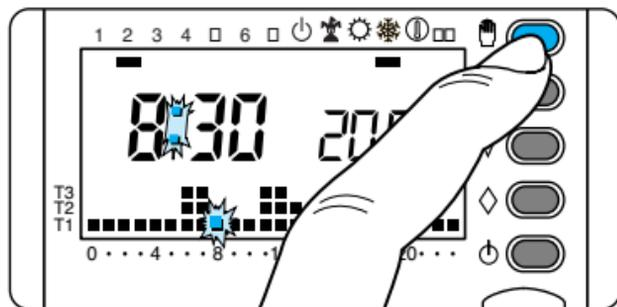

Fig. 41
8.7 - Terminata la programmazione, per ritornare immediatamente al giorno e all'ora in corso premere il pulsante ; in ogni caso, questo avviene automaticamente dopo 10 secondi dall'ultima manovra (fig. 41). Ogni operazione di programmazione può essere effettuata in qualsiasi momento lo si desidera.